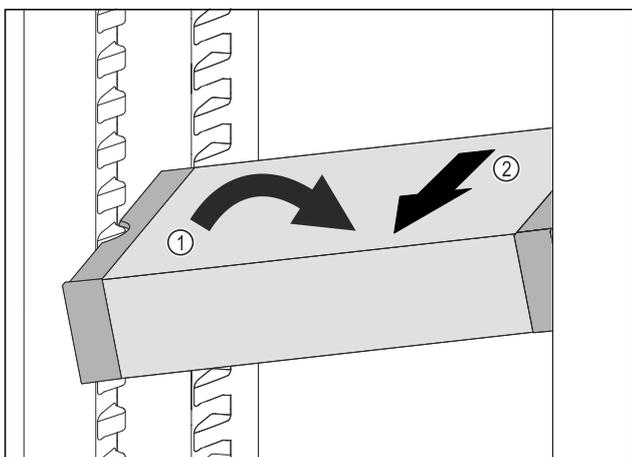

Fig. 112
- ▶ Coloque el VarioSafe en el compartimento del frigorífico en posición oblicua. Fig. 112 (1)
- ▶ Extraiga el VarioSafe hacia delante. Fig. 112 (2)